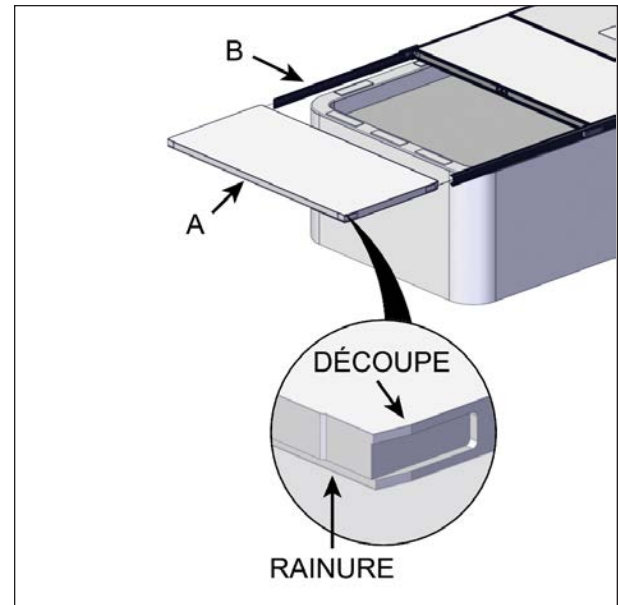

FIGURE 39: INSTALLATION DES PANNEAUX DE BOUT POUR LES MODÈLES DE SPA DE 16 PI À 20 PI DE LONG
17. Glisser un des panneaux dans les profilés en C, voir Figure 39.
S'assurer que le côté du panneau avec la découpe montrée sur la Figure 39 pointe vers l'extérieur.